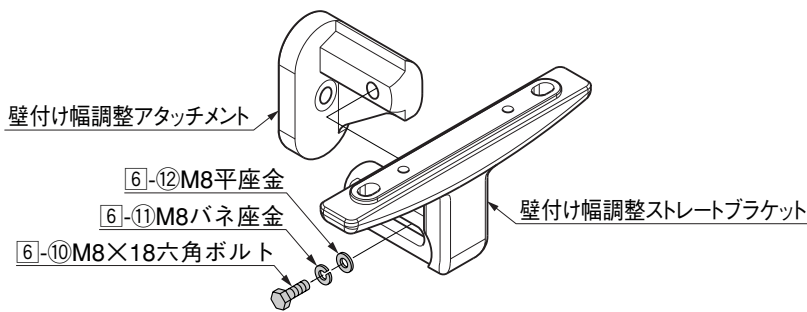
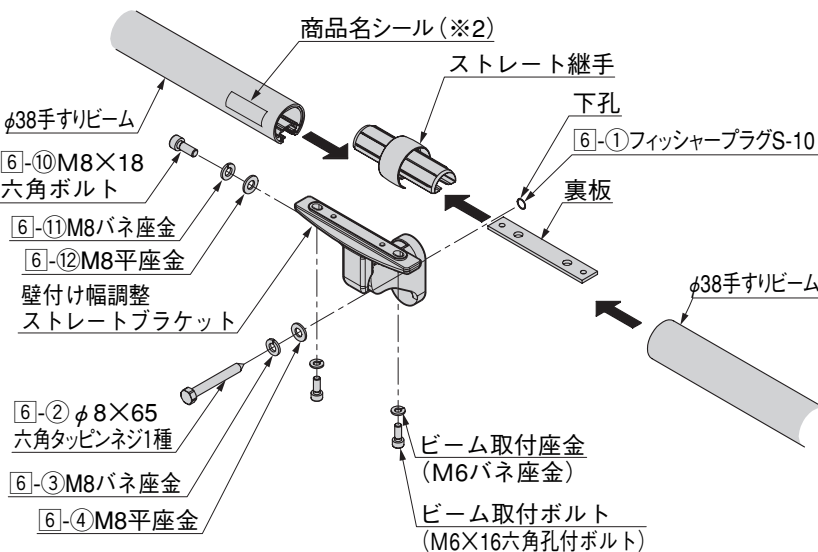

図1-2
図1-3
- ② 壁付け幅調整ストレートブラケットを壁付け幅調整アタッチメントに[6]-⑫、[6]-⑪、[6]-⑩で仮止めし、壁付け幅調整アタッチメントをフィッシャープラグに[6]-②、[6]-③、[6]-④で仮止めしてください。（図1-2、図1-3参照）
- ③ 壁付け幅調整ストレートブラケットから裏板を一旦外して、ストレート継手に挿入した後、再び仮止めしてください。（図1-3参照）
- φ38手すりビームの商品名シール(※2)を、通路側に向けて取付けてください。(図1-3参照)
(2) 壁付け幅調整+幅調整スペーサー仕様の場合